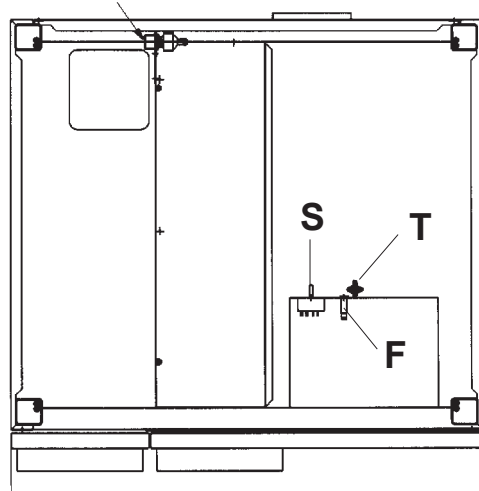

Fig. 3
7.1 Thermostat de sécurité compartiment chauffant (fig. 3), à réarmement manuel, qui intervient en interrompant le chauffage. Pour y accéder, enlever la boîte complète du bandeau de commande pour pouvoir réarmer le bouton "T" du thermostat positionné à l'extérieur au sommet du compartiment chauffant.
7.2 L'appareil est équipé d'un **fusible "F"**(fig. 3) (de **5 A F**, à intervention rapide et pouvoir d'interruption de 35A) pour proté-
- Le régulateur d'énergie est endommagé ou doit être réglé avec la rotation de la poignée "S" (fig. 3).